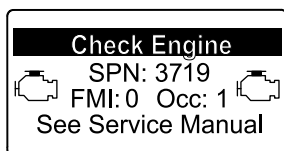

Рисунок 47
- Если потребуется восстановительная регенерация, инфо-центр отобразит предупреждение по двигателю SPN 3719, FMI 16 (Рисунок 47) и компьютер двигателя снизит его мощность до 85%.